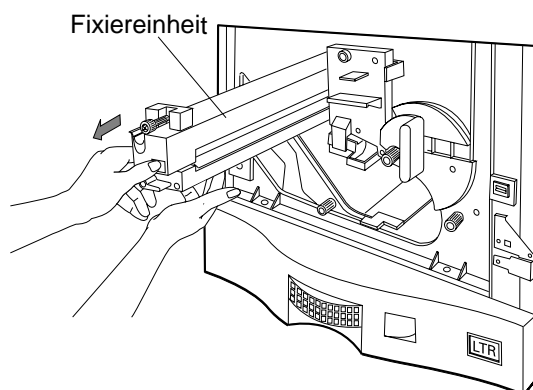

Abbildung 4-35 Herausziehen der Fixiereinheit
3. Ziehen Sie die Fixiereinheit heraus, und stützen Sie dabei mit der anderen Hand, wie in Abbildung 4-35 gezeigt.